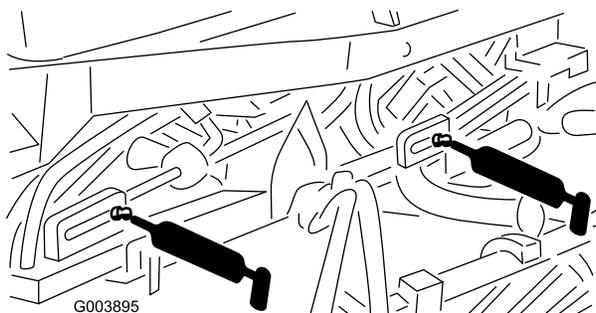

Figura 48
- 5 raccordi sui cilindri di sollevamento (Figura 48)